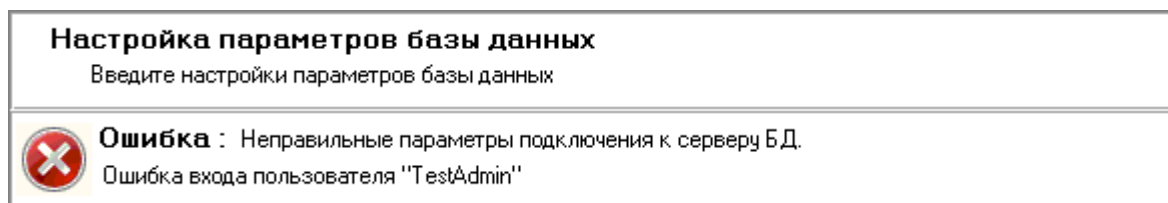

Рисунок 4-22 Предупреждение при неправильном указании логина и пароля учетной записи
- если неправильно указаны логин и пароль учетной записи, то отобразится соответствующее предупреждение (см. Рисунок 4-22);